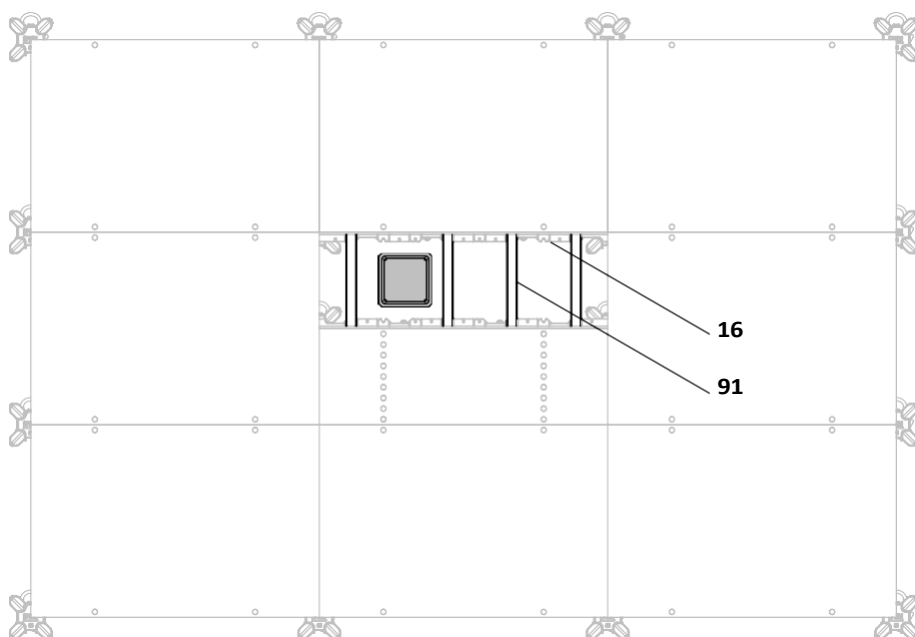

Fig. D3.08
8. Поставете бичмета 75 x 50 (91) във всички възможни места на реброто за вложка 18 DFS (16).
9. Закрепете бичметата отдолу през отворите с винтове Torx 5 x 15. (Fig. D3.08)